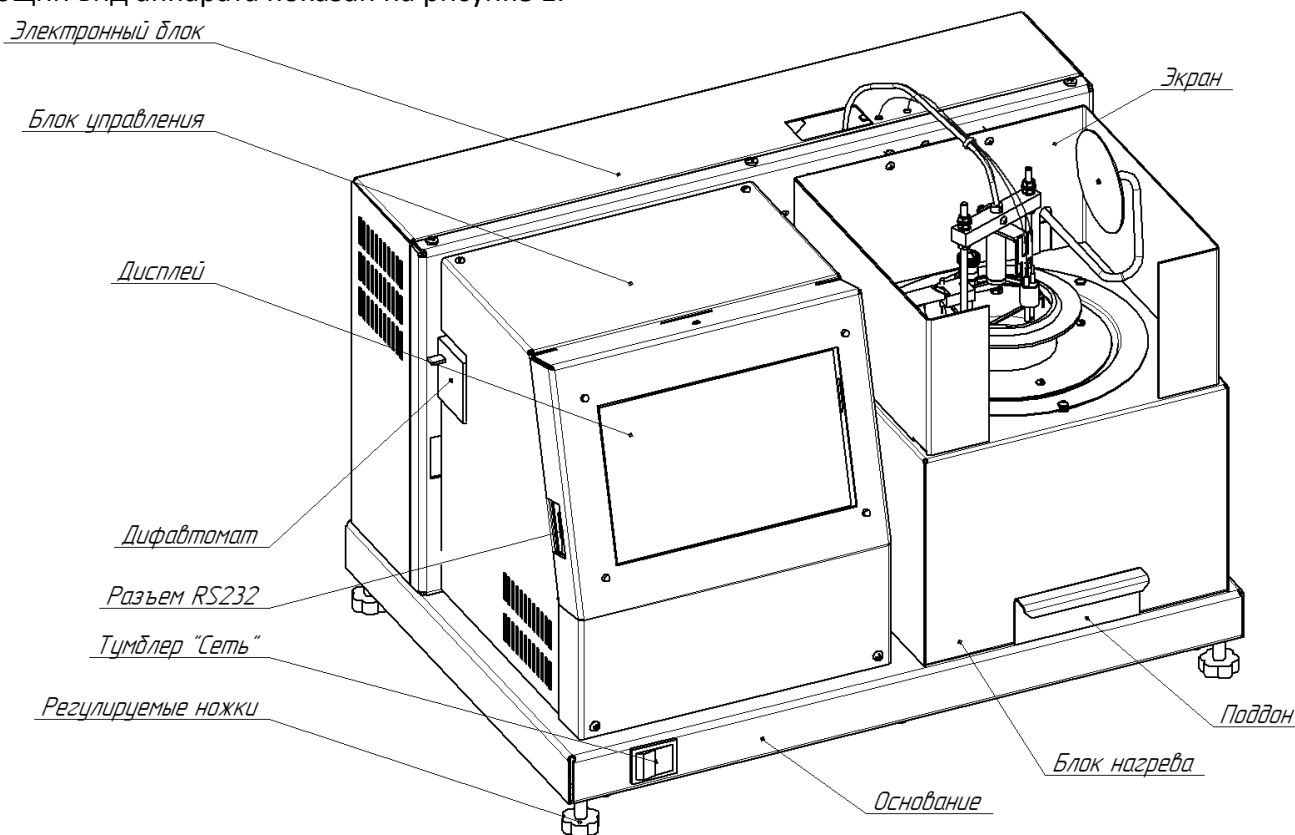
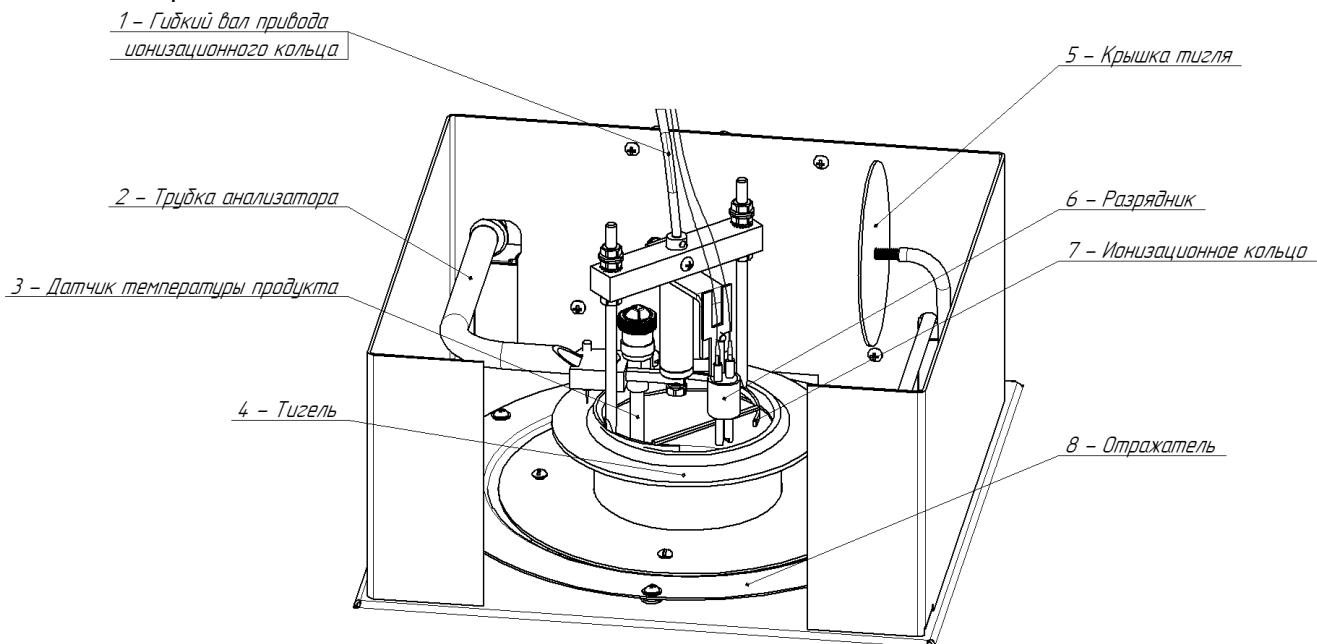
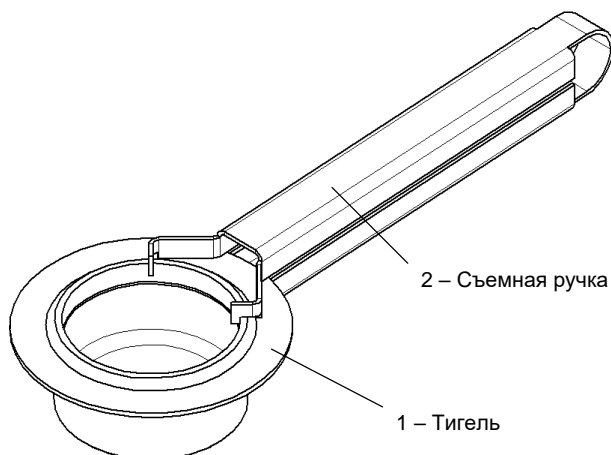

Рисунок 1 – Общий вид аппарата
Рисунок 2 – Блок нагрева
Рисунок 4 – Тигель со съемной ручкой
В верхней части блока нагрева (рисунок 2) находятся: трубка анализатора, заканчивающаяся пластиной, на которой закреплены привод ионизационного кольца и датчик температуры продукта. Разрядник закреплен на пластине, соединенной с гибким валом привода ионизационного кольца. Внутри отражателя расположен нагреватель, на который устанавливается тигель. В правой части блока нагрева расположена крышка тигля, которая необходима для тушения пламени при воспламенении продукта во время испытания.
- поверхность установки должна быть горизонтальной, в противном случае, вращением регулируемых ножек (рисунок 1 на странице 4) необходимо добиться совпадения мениска нефтепродукта и метки по периметру внутренней поверхности тигля, установленного в аппарат.
- при снятом поддоне (рисунок 1 на странице 4) продуть аппарат сжатым воздухом давлением менее 1 атмосферы, направляя поток в отверстие в отражателе (рисунок 2 на странице 5);
3.3.1 С помощью съёмной ручки (рисунок 4 на странице 6) взять тигель и горизонтально установить его в отверстие в отражателе (рисунок 2 на странице 5).
3.3.2 Подключить аппарат к сети питания, включить его тумблером «Сеть» (рисунок 1 на странице 4).
4.2.3 Режим работы аппарата – непрерывный. После окончания работы аппарат выключается тумблером «Сеть» (рисунок 1 на странице 4).
4.2.5 Во избежание получения ожогов необходимо снимать тигель только с помощью съёмной ручки (рисунок 4 на странице 6).
4.4.2 Визуально проверить чистоту ионизационного кольца и разрядника (рисунок 2 на странице 5). Если на поверхностях ионизационного кольца и разрядника есть остатки продукта, следует выполнить чистку согласно пунктам 5.7 (страница 18) и 5.10 (страница 20).